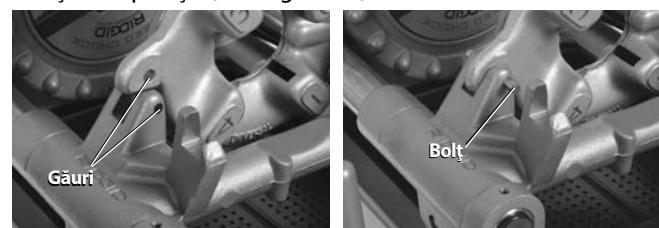

Figura 26 – Fixarea în poziție a capului-filieră LH (ST)
2. Așezați un știft $\frac{1}{16}$ " de lungime 2" prin găurile din suportul căruciorului și capul-filieră stânga pentru a îl reține în poziție (vezi Figura 26).